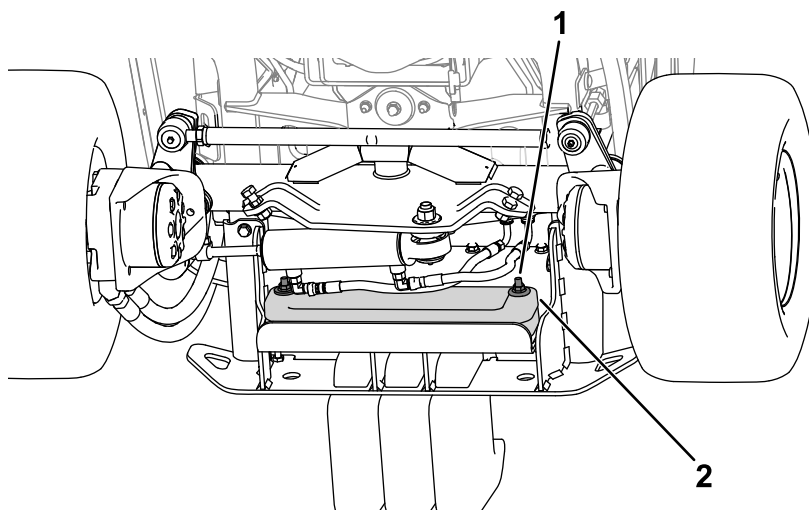

Bild 19
2. Verwenden Sie die Befestigungselemente, um den Ballast an der Stoßstange zu befestigen (Bild 19).